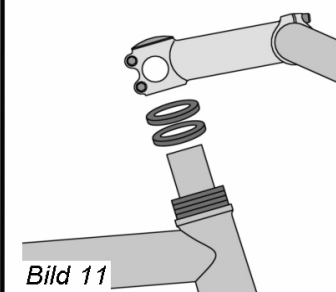

Bild 11
- Die Lenkerhöhe ist in kleinen Bereichen durch Demontage des Vorbaues und dem darauf folgendem Weglassen oder Hinzufügen von Zwischenringen möglich, **Bild 11**.